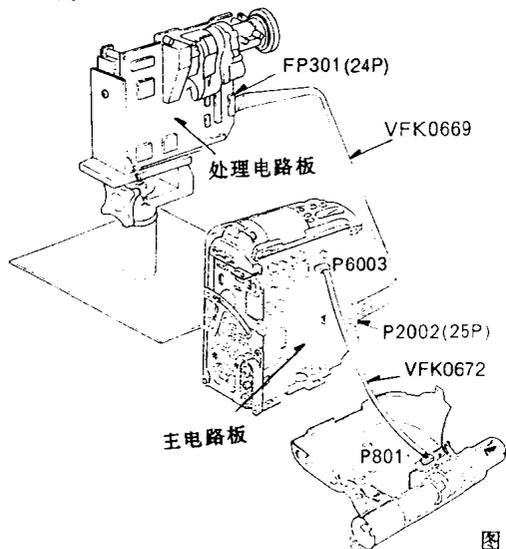

图 T6
(3) 主电路板和 EVF(电子寻像器)电路板的连接(图 T6)。